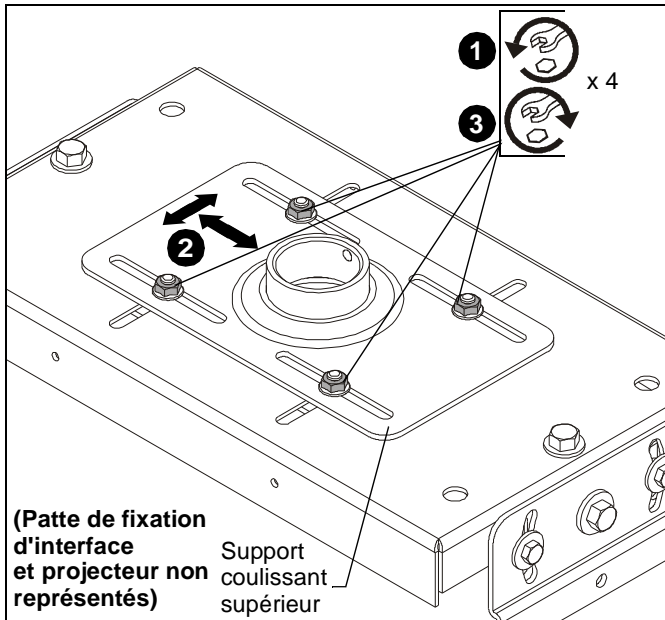

Figure 4
**Réglages horizontaux** (Voir la Figure 4)